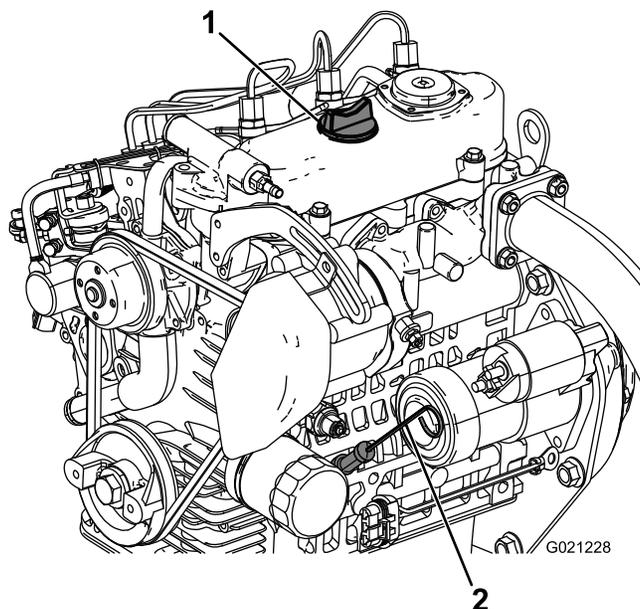

Figura 15
2. Retire a vareta (Figura 15) e limpe-a com um pano limpo.
3. Volte a colocar a vareta no tubo e verifique se está completamente introduzida (Figura 15).
4. Retire a vareta e verifique o nível de óleo (Figura 15).
5. Se o nível de óleo estiver baixo, retire o tampão de enchimento (Figura 15) e adicione óleo suficiente para elevar o nível de óleo até à marca Full existente na vareta.
6. Volte a introduzir a vareta no tubo (Figura 15).